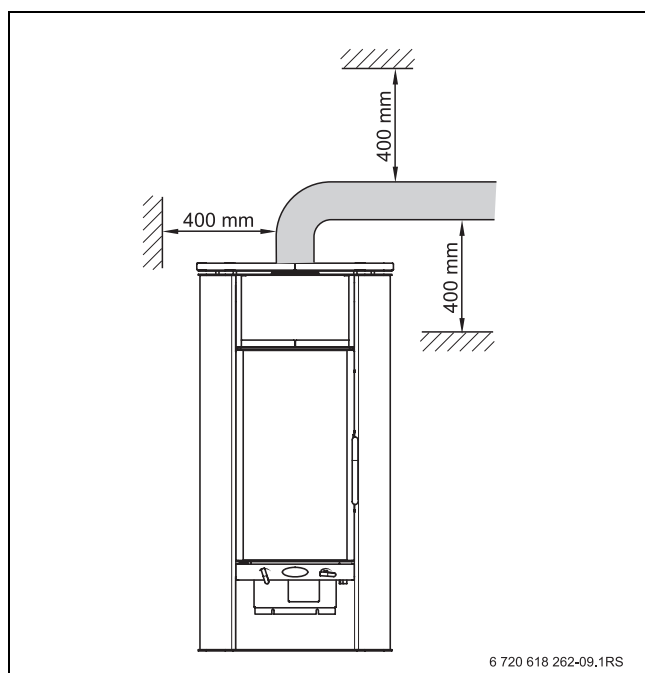

Fig. 14 Distanze di sicurezza del condotto fumi
- Osservare la distanza di sicurezza del condotto fumi Buderus dagli oggetti infiammabili secondo la norma EN1856-2 (→ fig. 14).